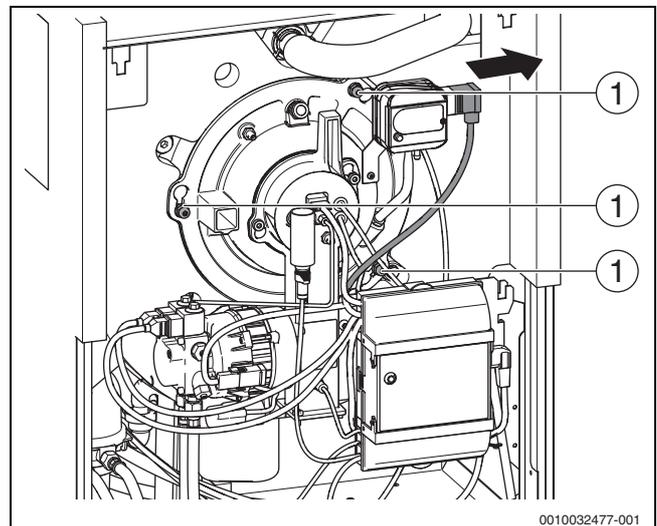

Bild 74 Muttern am Brenner
- ▶ 3 Muttern an der Bajonettbefestigung (→Bild 74) am Brennerflansch lösen.
- ▶ Drei Schrauben an der Bajonettbefestigung am Brennerflansch lösen (→Bild 74).